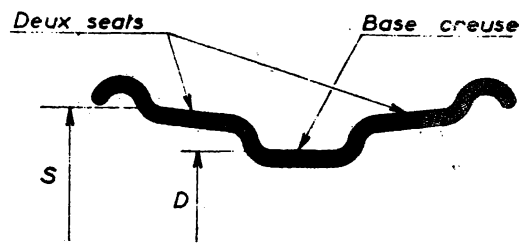

Fig. 6
- les jantes à deux seats inclinés et une base creuse (fig. 6).
- 2° Pour la jante à deux seats et une base creuse (fig. 6), le diamètre D est 2 pouces et demi plus petit que le diamètre au seat S :  $D = S - 2 \frac{1}{2}$
- 3° Pour permettre le montage des pneumatiques, un côté de la jante est généralement amovible et maintenu en position, soit par une barrette calibre d'écartement (jante Michelin), soit par simple élasticité (jante Dunlop). Toutefois, certaines jantes pour pneumatiques sans chambre sont d'une seule pièce (fig. 6).